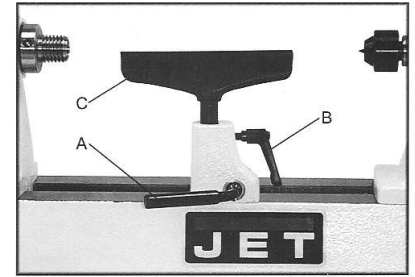

Fig 7
Stellen Sie die Handstahlaufgabe (C, Fig 7) so nahe an das Werkstück als möglich und fixieren Sie mit dem Hebel (A).
Stellen Sie die Höhe ca. 3mm über die Spitzenhöhe und klemmen Sie mit dem Indexiergriff (B, Fig 7).